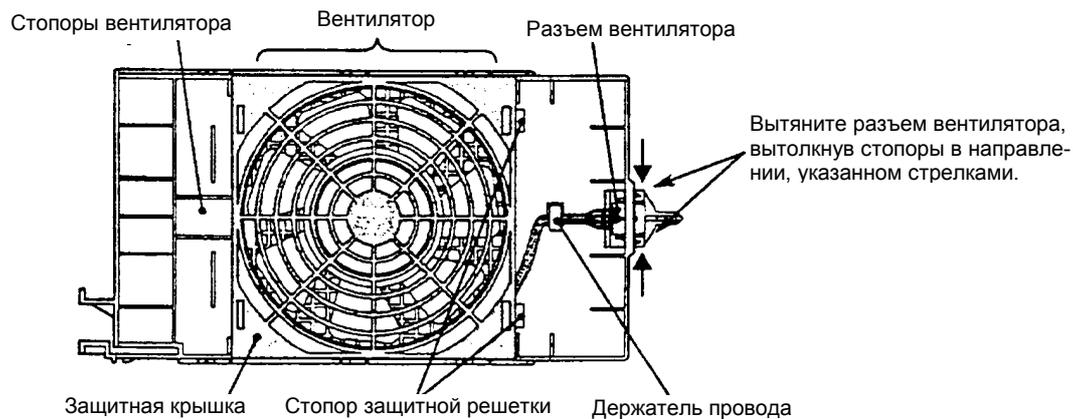

Рисунок 7.9 Разборка модуля вентилятора
- ① Поместите модуль вентилятора на плоский стол решеткой вниз.
- ② Вытяните разъем вентилятора, надавив на стопоры в направлении, указанном стрелками на Рис. 7.9.
- ③ Снимите провод с держателя провода.
- ④ Нажимая пальцами на стопоры вентилятора, протяните вентилятор в направлении рукоятки, пока он не остановится (Для случая Рис.7.9 протяните его влево). Не нажимайте на стопоры вентилятора слишком сильно, так как они могут сломаться. После полного протаскивания вентилятора отпустите пальцы.
- ⑤ Слегка приподнимите вентилятор со стороны разъема и вытяните его на сторону разъема, оставляя в приподнятом состоянии.
- ⑥ Уберите защитную решетку, протянув стопоры защитной решетки во внешнее направление.